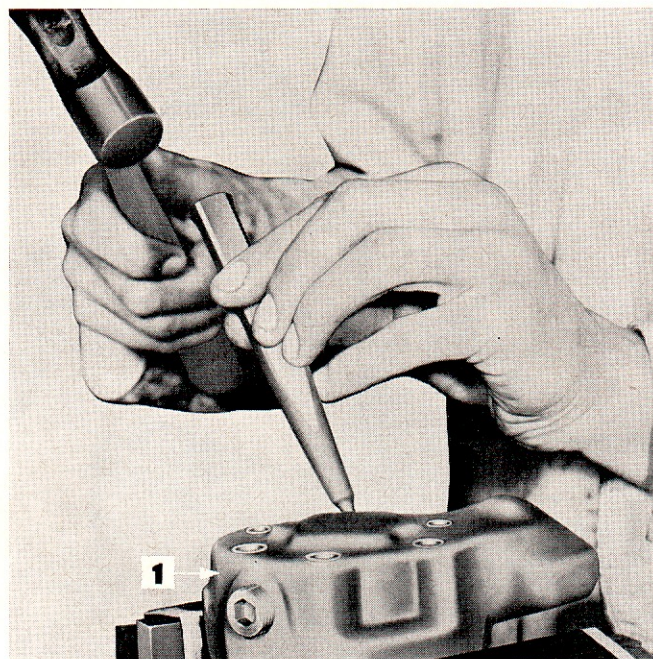
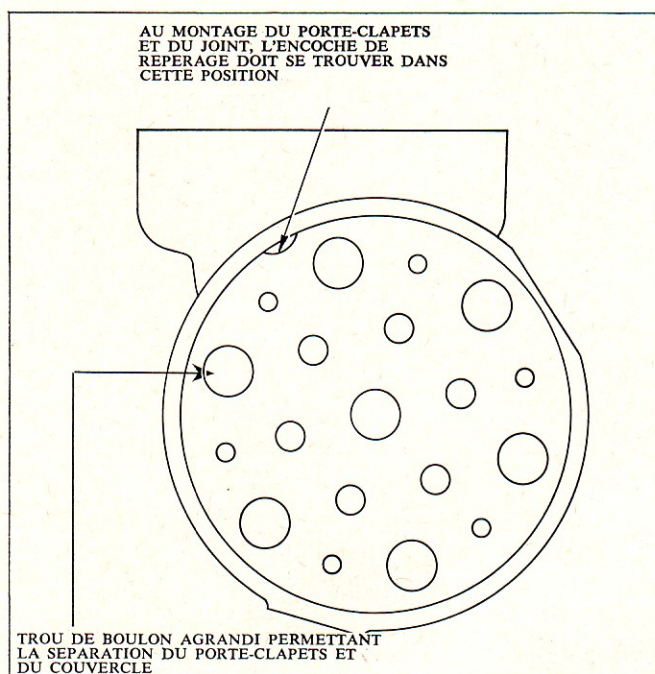

Figure 84: Dépose du porte-clapets
Figure 91: Position correcte du porte-clapets et du joint
12. Placer le couvercle dans un étau, le porte-clapets orienté vers le bas; placer en-dessous un plateau pour ne pas perdre les billes et les ressorts. Introduire un long chasoir conique par le plus grand trou de boulon (Figure 91), puis, appuyant l'outil contre le porte-clapets, chasser celui-ci vers le bas à petits coups jusqu'à ce qu'il soit presque dégagé du couvercle (Figure 84).
4. Poser le porte-clapets avec précaution sur les clapets de refoulement; poser deux vis pour assurer l'alignement correct du porte-clapets et du couvercle (Figure 91).
6. Graisser légèrement le porte-clapets et poser dessus un joint neuf. La position du joint par rapport au porte-clapets est importante (Figure 91).